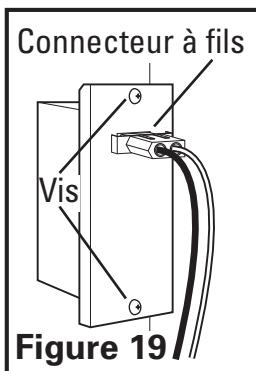
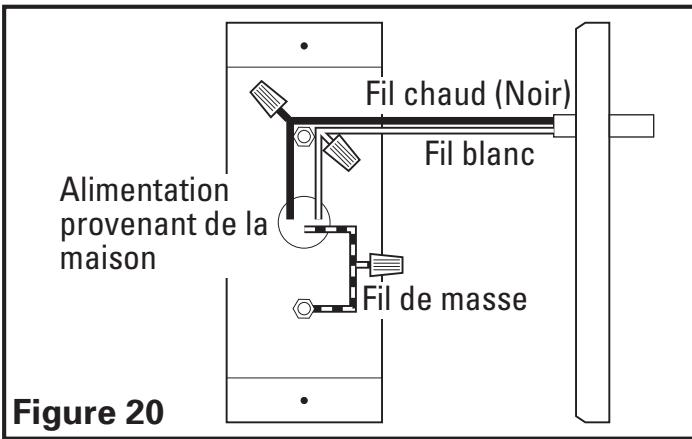

Figure 19
Figure 20
1. Enlever les deux vis du couvercle du compartiment de câblage pour obtenir l'accès au compartiment de câblage (Figure 19). Raccorder le fil blanc de la hotte au fil blanc de l'alimentation, et le fil noir de la hotte au fil noir de l'alimentation. Raccorder le fil de mise à la terre de la maison (fil nu ou vert) au fil de mise à la terre (vert) de la hotte. Utiliser des méthodes approuvées pour toutes les connexions (Figure 20).
2. Remplacer le couvercle du compartiment de câblage et serrer les vis. Assurez-vous que tout le câblage est fermement contenu dans le compartiment à câblage. Si le connecteur rapide de fils a été enlevé du réceptacle, le replacer. Le connecteur ne s'ajustera que d'une seule façon dans le réceptacle (Figure 19).